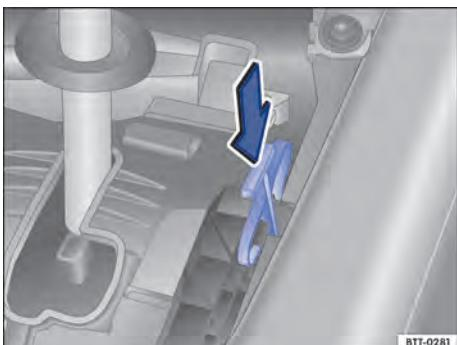

Fig. 157 Destravar o bloqueio da alavanca seletora emergencialmente.
- Pressionar a alavanca de destravamento ⇒ Fig. 157 no sentido da seta e manter nesta posição.